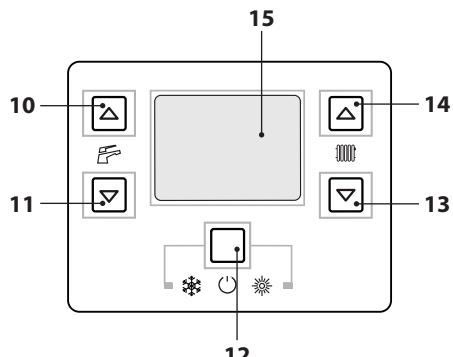

Рисунок 7.2
- Войдите в "режим программирования", нажав одновременно и удерживая в течение 10 секунд кнопки 12-13-14 (Рисунок 7.2) до появления на ЖК дисплее кода P01, который сменяется значением параметра, указывая на вход в "параметр 01" (Рисунок 7.3).
- Нажмите кнопку 13 или 14 (Рисунок 7.2) для просмотра параметров и найдите параметр **P09** ("трубочист") (Рисунок 7.4).
- При помощи кнопки 13 или 14 (Рисунок 7.2) измените состояние на **dP** (режим "трубочист" активирован при максимальной температуре горячего водоснабжения) и нажмите для подтверждения кнопку 12. На дисплее появится символ **dP**, сменяющийся значением максимальной температуры горячего водоснабжения.
- Войдите в "режим программирования", нажав одновременно и удерживая в течение 10 секунд кнопки 12-13-14 (Рисунок 7.2) до появления на ЖК дисплее кода **P01**, который сменяется значением параметра, указывая на вход в "параметр 01" (Рисунок 7.3).
- Нажмите кнопку 14 (Рисунок 7.2) для просмотра параметров и найдите параметр **P09** ("трубочист") (Рисунок 7.4).
- Увеличьте или уменьшите значение при помощи кнопки 14 или 13 (Рисунок 7.2). Подождите 3 минуты, пока давление газа стабилизируется, после чего считайте значение на газовом манометре. **Помните, что во время калибровки максимума нельзя вернуться к меньшему пропущенному значению.**
- Чтобы сохранить значение, нажмите кнопку 11 (Рисунок 7.2) и удерживайте ее в течение 1 секунды.
- Чтобы перейти к калибровке газового минимума, нажмите кнопку 10 (Рисунок 7.2). На дисплее появится символ **S-L**, сменяющийся параметром минимальной абсолютной мощности (Рисунок 7.15).
- Увеличьте или уменьшите значение при помощи кнопки 14 или 13 (Рисунок 7.2). Подождите 3 минуты, пока давление газа стабилизируется, после чего считайте значение на газовом манометре. **Помните, что при калибровке минимума нельзя вернуться к большему пропущенному значению .**
- Нажмите кнопку 10 (Рисунок 7.2), чтобы проверить установленное максимальное значение и, в случае необходимости, измените его, выполнив описанную выше процедуру.
- Нажмите кнопку 10 (Рисунок 7.2), чтобы проверить установленное минимальное значение и, в случае необходимости, измените его, выполнив описанную выше процедуру.